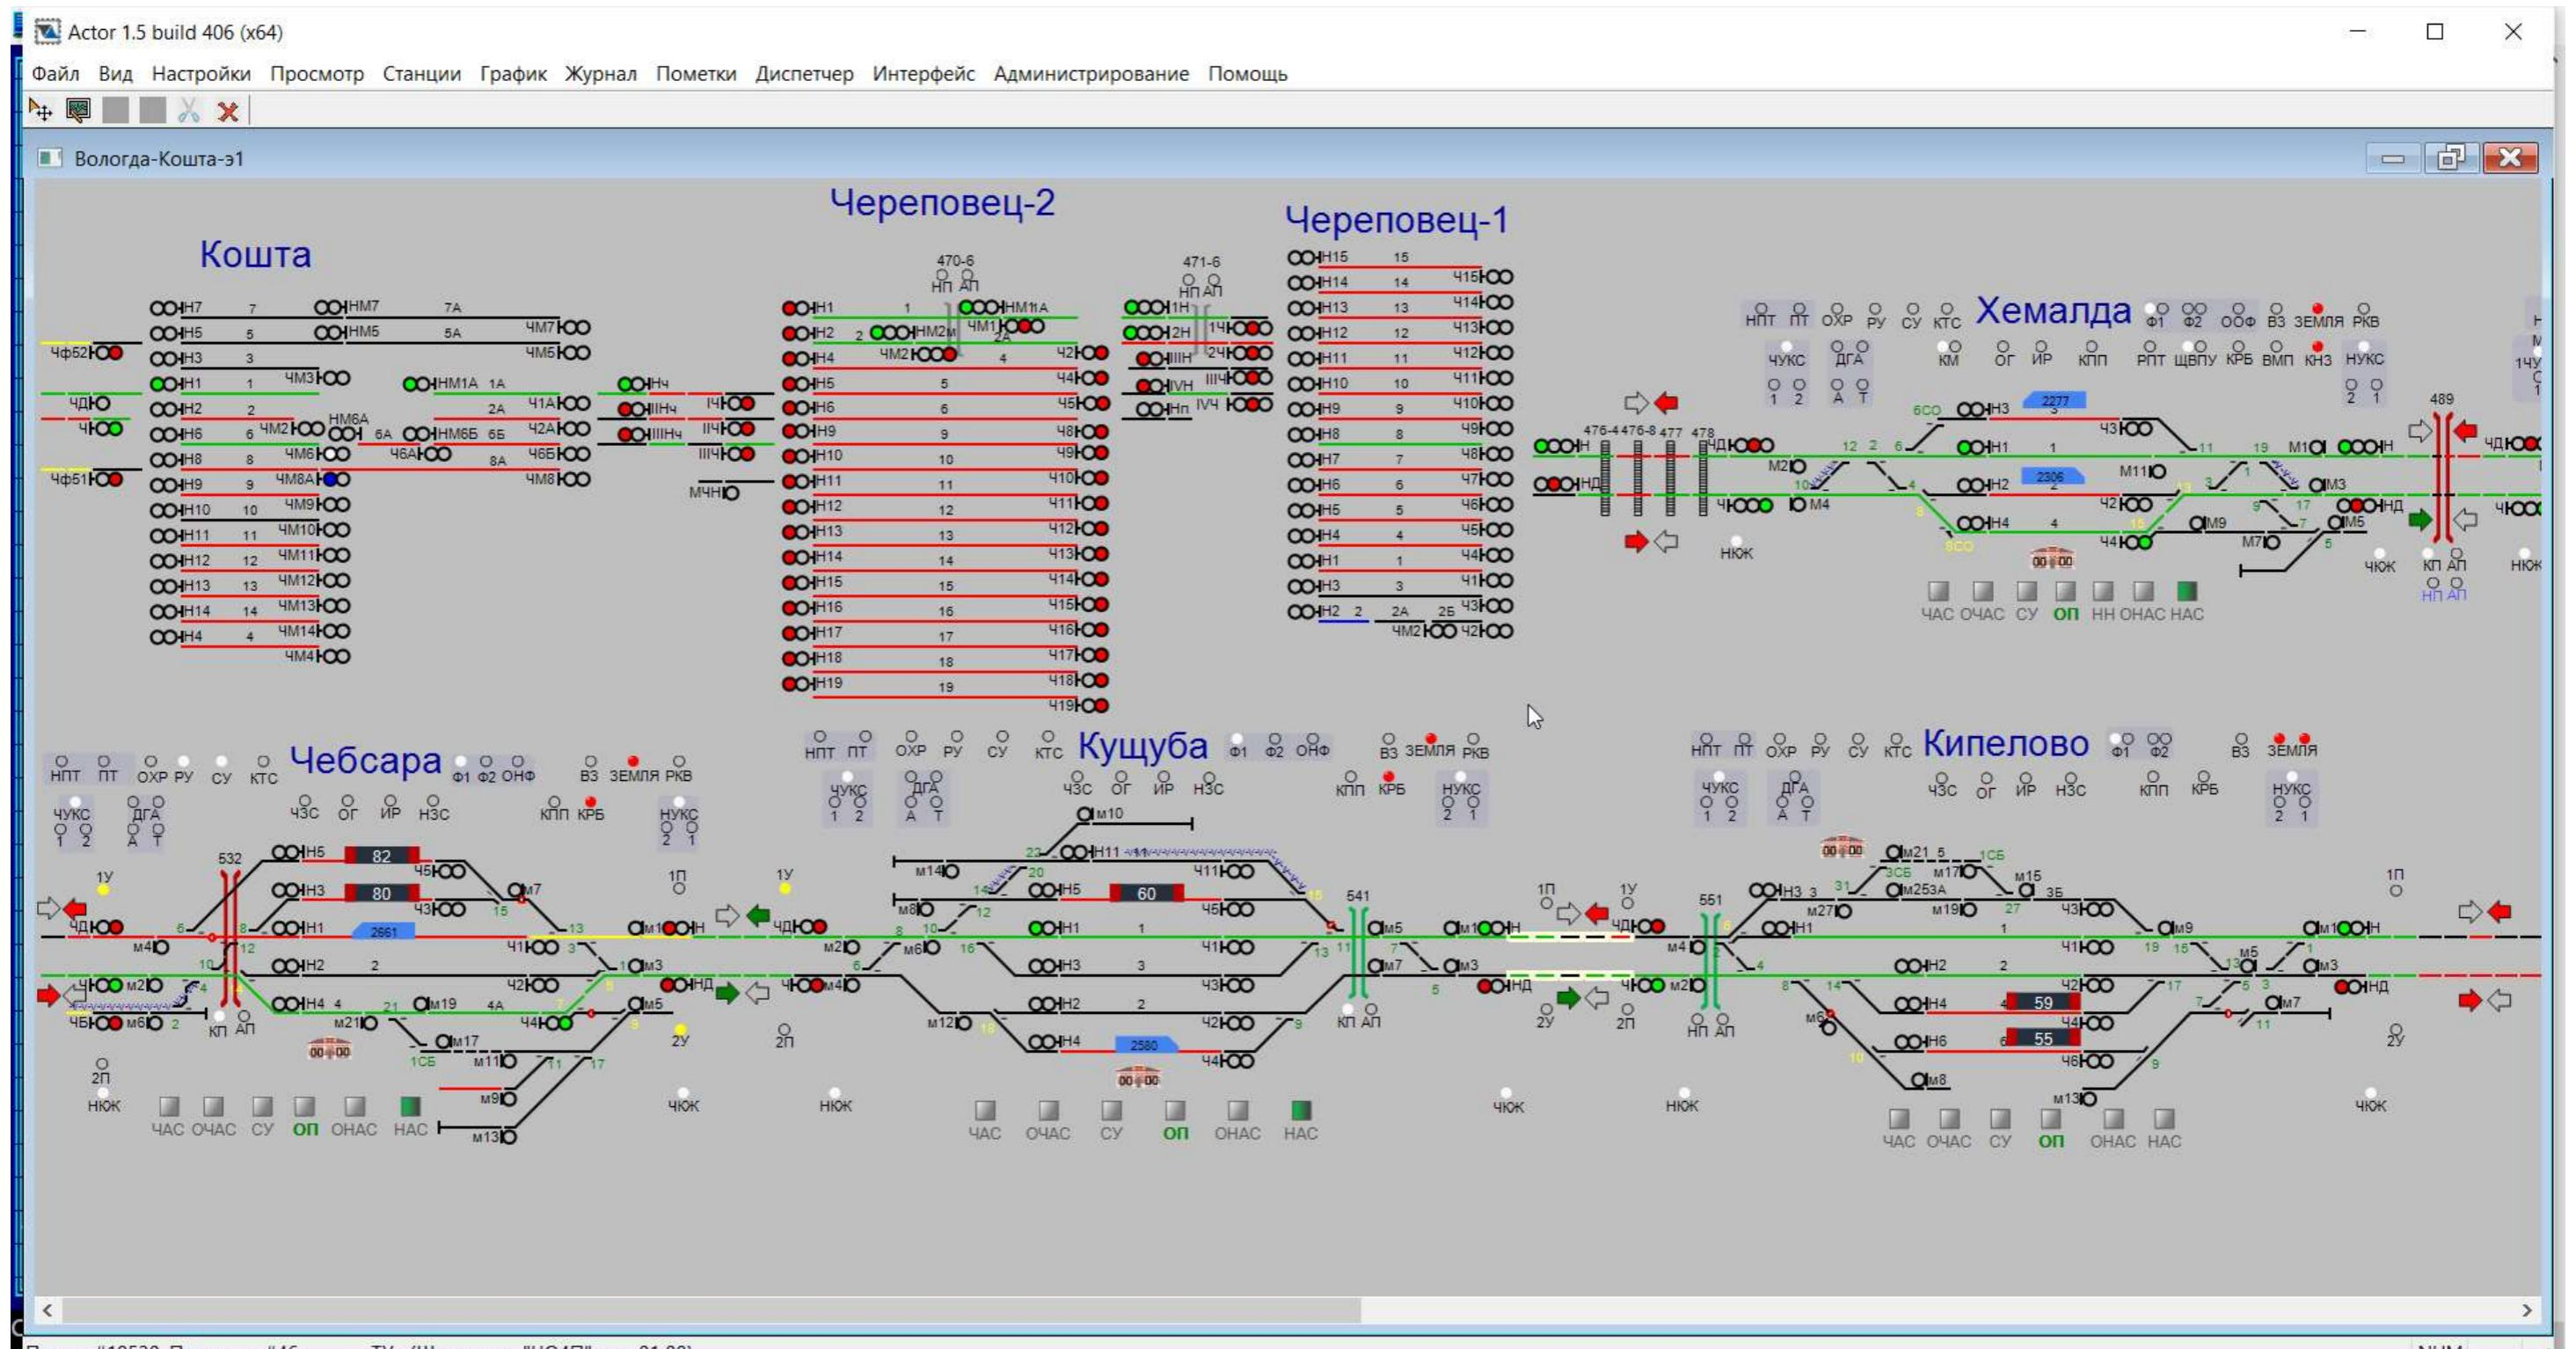

Рис.3. Вид поля Табло. Схема участка
2. **Рамка приложения** (см. рис. 3) выводит название приложения – Actor.
4. **Поле Табло** предназначено для размещения схем станций/участков. (см. рис. 3, 4). Открывается в окне, которое можно закрыть и размеры которого можно изменить